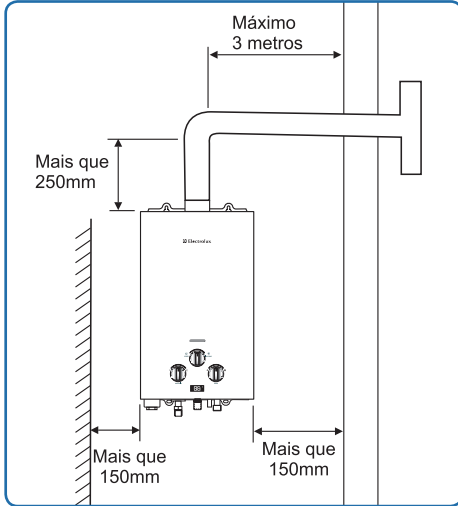

Figura 2
- O comprimento do duto deve ser determinado de acordo com a necessidade. O comprimento total do duto de exaustão deve ser menor que 3m. Para reduzir a resistência para exaustão, deve haver no máximo 2 curvas, com ângulo maior que 90° e raio maior que 90mm (Figura 2).